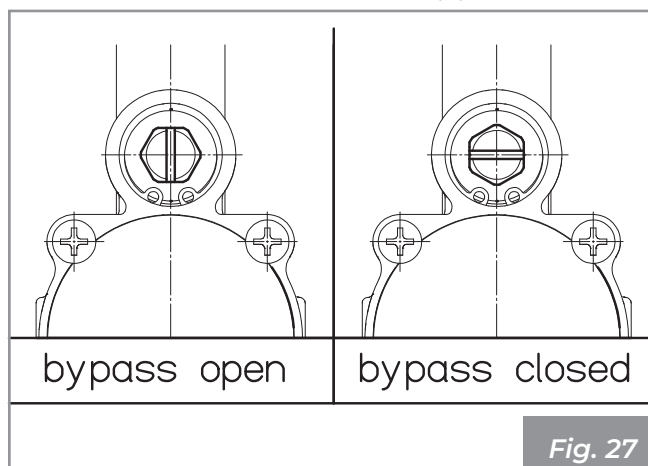

Fig. 27
- Chiudere il rubinetto di bypass presente nella valvola anticondensa (**Fig. 27**).